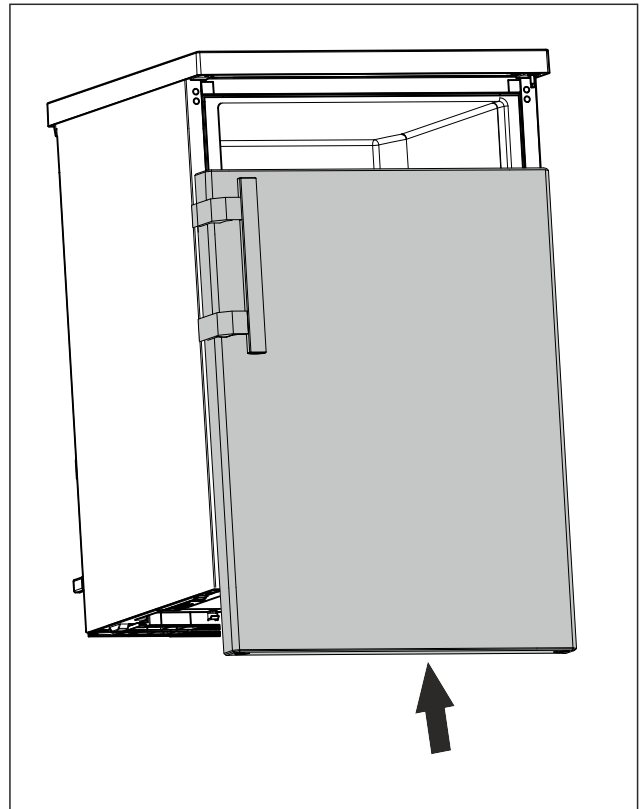

Fig. 16
- ▶ Työnnä ovi suljettuna ylemmän pulttiin. (katso Fig. 16)